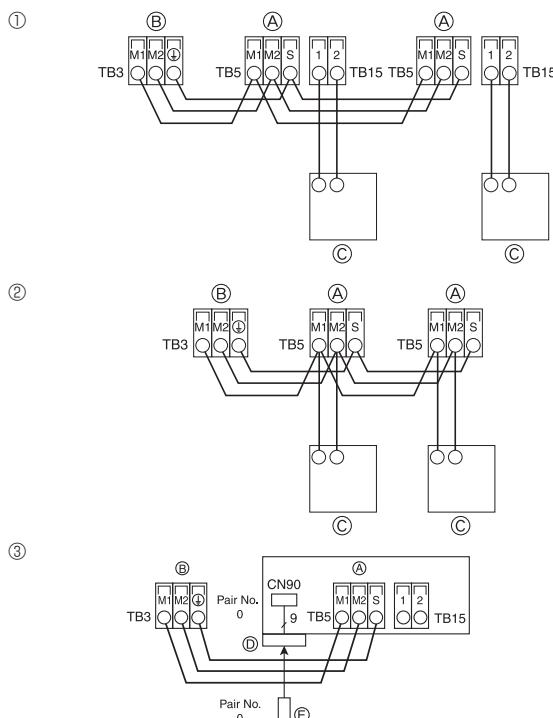
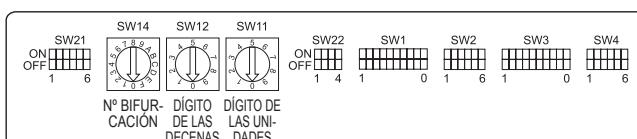

Fig. 4-8
Fig. 4-9
4.4. Conectar los cables de transmisión del mando a distancia y de las unidades interior y exterior (Fig. 4-8)
- ① Mando a distancia MA
- ② Mando a distancia M-NET
- ③ Mando a distancia inalámbrico (al instalar el receptor de señales inalámbricas)
4.5. Configuración de las direcciones (Fig. 4-9)